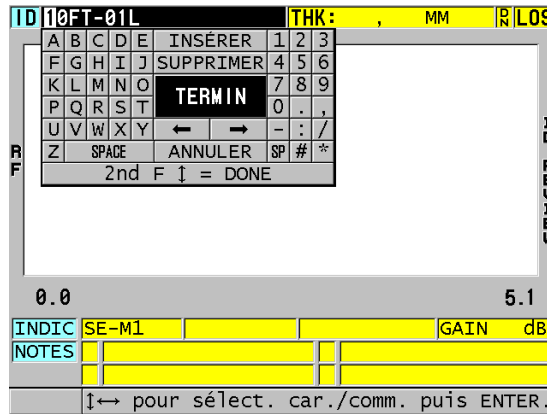

Figure 11-28 Mode de modification des identificateurs
4. Appuyez de nouveau sur la touche **[ID#]**, et puis modifiez la valeur de l'identificateur (voir la Figure 11-28 à la page 225).